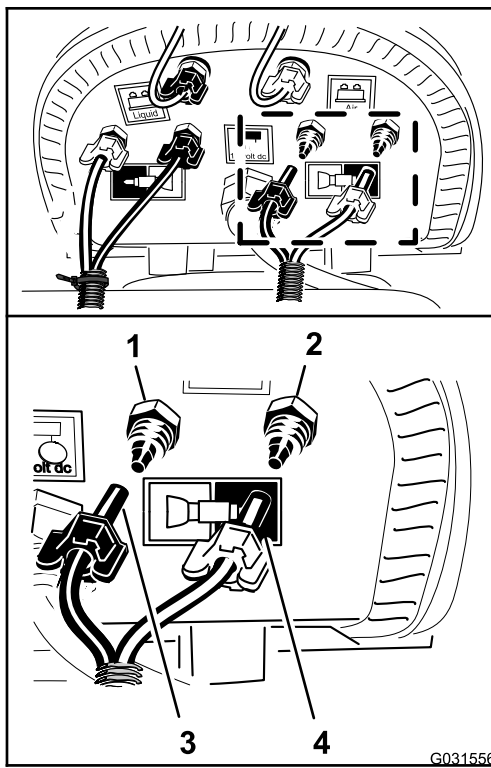

Figura 146
- Conecte el tubo no marcado (sin brida) alineando el tubo azul de la sección de fumigación izquierda en el acoplamiento de compresión del circuito de agua de la sección izquierda (Figura 146).
6. Ensamble la tuerca de compresión del tubo en el acoplamiento y apriete la tuerca a mano (Figura 146).
7. Alinee el tubo transparente de la sección de fumigación izquierda con el acoplamiento de compresión del circuito de aire de la sección de fumigación izquierda (Figura 146).
8. Ensamble la tuerca de compresión del tubo en el acoplamiento y apriete la tuerca a mano (Figura 146).